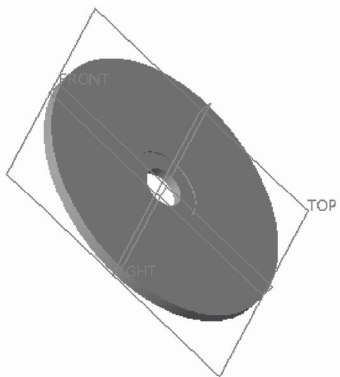

图 5-13 打开模型文件
STEP 01 单击快速访问工具栏中的“打开”按钮，打开模型文件，如图 5-13 所示。